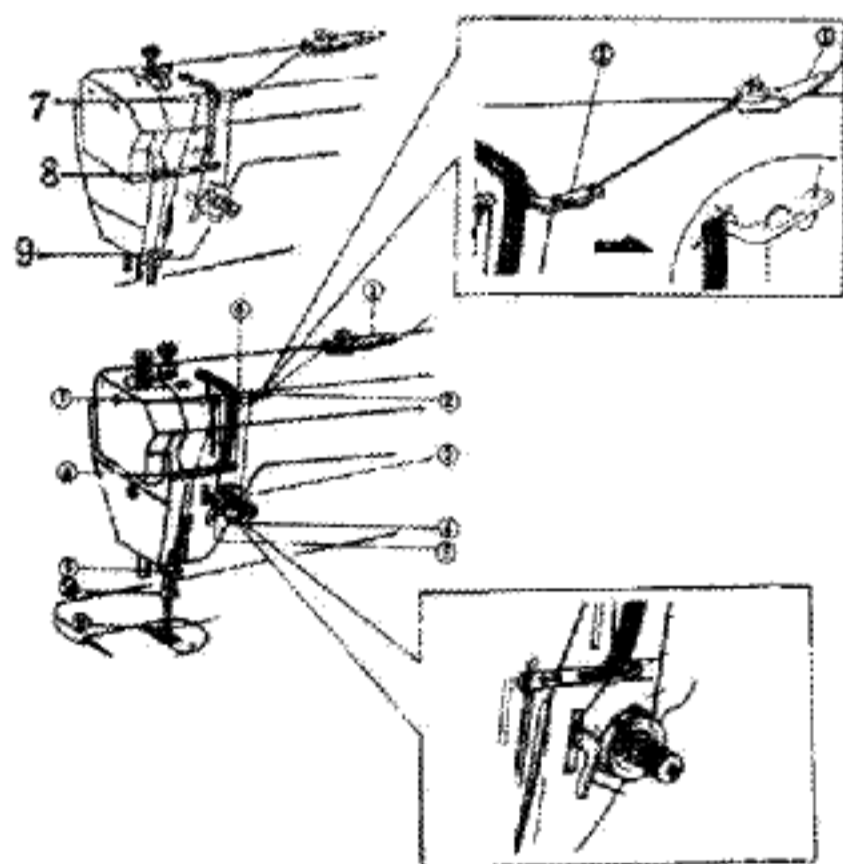

Рис. 17
Для заправки игольной нити поднимите иглодержатель в крайнее верхнее положение, потяните нить с катушки и протяните ее в указанном на рис. 17 порядке.
- (1) натяжения нитепритягательной пружины;
- (2) амплитуды колебания нитепритягательной пружины;
- (3) натяжения диска натяжения;
- (4) положения нитенаправителя 6 на рис. 17. Все эти регулировки описаны ниже.
Нормальное взаимоотношение положения нитенаправителя (рис. 17) и стачиваемого материала показано в следующей таблице.